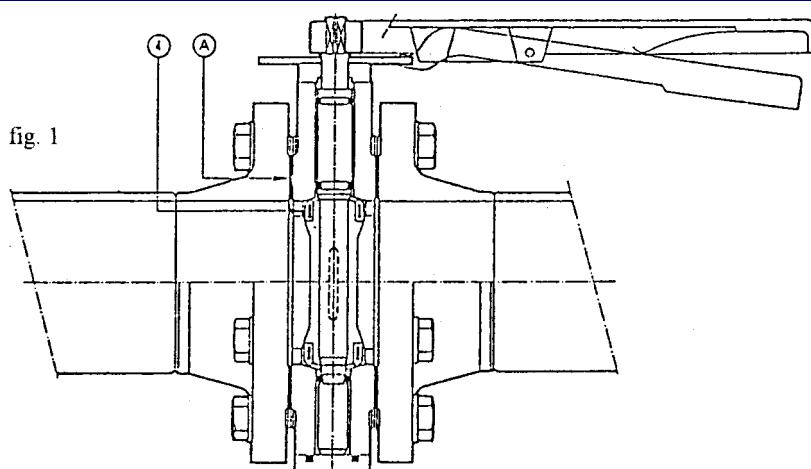

fig. 1
Nella operazione di saldatura delle flange alla tubazione bisogna posizionare la valvola come mostrato in fig. 1, puntare poi le flange sulla tubazione, quindi prima di completare la saldatura, rimuovere la valvola dalle flange, al fine di evitare che il calore generato dall'operazione di saldatura danneggi le guarnizioni pos. (4) e /A) fig. 1.
Quand on soude les brides à la tubulure, il faut placer la vanne comme indiqué sur la fig. 1, diriger ensuite les brides sur la tubulure, puis être la vanne de la tubulure avant de compléter la soudure, afin d'éviter que la chaleur produite n'endommage les garnitures pos. (4) et (A) fig. 1. Lorsque la soudure des brides est complétée, remonter la vanne après
The valves of BF32 series up to ND 250 do not have a fixed flow direction and may be installed in any position. During the welding operation of the flanges to the piping, it is necessary to place the valve as showed in fig. 1, then to spot-weld the flanges to the piping and then, before completing the welding, to remove the valve from the flanges in order to avoid that the heat produced by the welding operation damages the gasket item (4) and (A) fig. 1. Once the welding